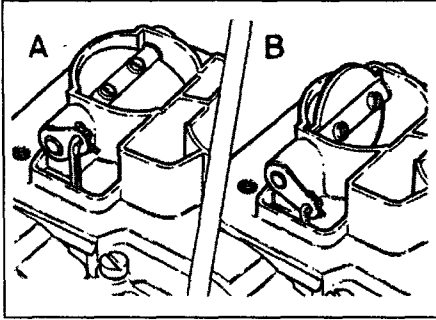

Рис. 5.1 Работа пускового устройства
- 1 Дайте двигателю полностью остыть, снимите воздушный фильтр и убедитесь в том, что воздушная заслонка перекрыла впускную горловину (рис. 5.1).